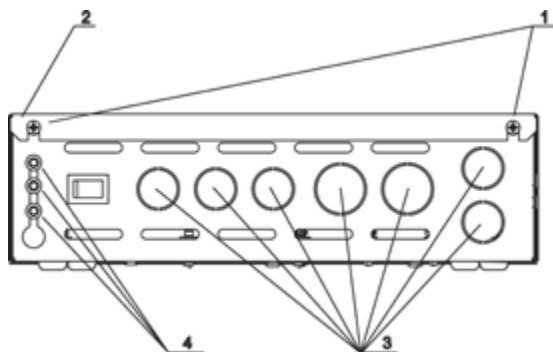
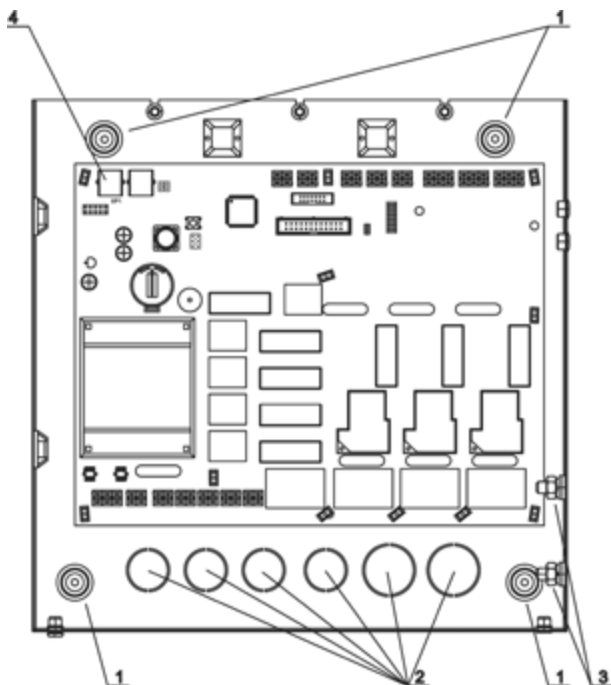

Рисунок 5 Блок мощности Comfort AIR+
Рисунок 6 Блок мощности Comfort AIR+
- Крестовой отверткой открутить винты фиксации крышки блока мощности (рис.5, поз.1)
- Снять верхнюю крышку (рис.5, поз.2)
- Закрепить корпус блока мощности на стене через крепежные отверстия на задней стенке корпуса (рис.6, поз.1). Диаметр крепежных отверстий 3.5 мм
Схема подключения нагрузки (электрокаменки, до 18кВт) и доп. оборудования (двигатели, контакторы, освещение, датчики) к пульту управления при наличии трёхфазной сети питания приведена на рис.6а.
электрокаменки (расположены на стенке внутри корпуса блока мощности, рис.6, поз.3)
Для ввода кабелей в корпусе блока мощности предусмотрены отверстия (рис.5, поз.3 – для ввода кабелей через нижнюю стенку корпуса и рис.6, поз.2 – для ввода кабелей через заднюю стенку корпуса).
Подключение доп. оборудования (двигатели, контакторы, освещение, датчики) производится согласно рис.6а.
Межблочный кабель и кабели датчиков заводятся в корпус блока мощности через резиновые сальники (рис. 5, поз.4).
В розетку XP1 платы блока мощности подключить второй разъем межблочного кабеля (рис.6, поз.4)
После выполнения всех подключений необходимо установить крышку блока мощности (рис.5, поз.2) на его корпус и зафиксировать крышку болтами (рис.5, поз.1).